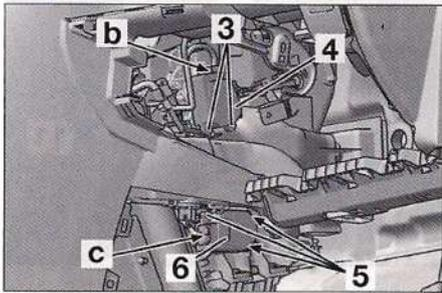

FIG. 27
- Desconectar el conector (c) (Fig.27).
- Desconectar el conector (b) (Fig.27).
- Desmontar los tornillos (3), y el servomotor de distribución (4).